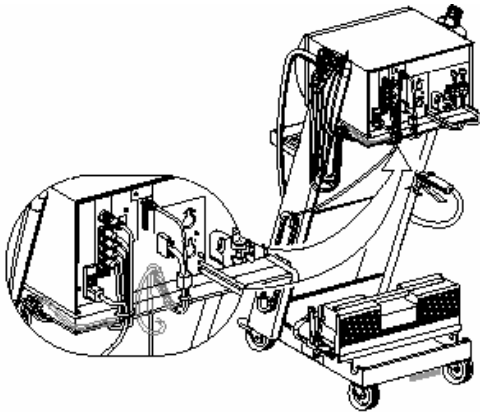

Fig 15 : Achterzijde BEA
2. Bevestig alle sensorkabels en de netaansluitkabel met de bijgeleverde kabelbinders aan de daartoe voorziene opening in de grondplaat van de bedieningsunit (Zie Fig 15). Trek de kabelbinder voldoende strak aan.